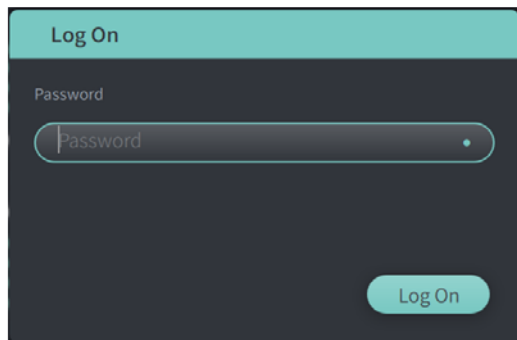

図 1 Log On ウィンドウ
- (3) 前回の使用時に 1-1 (1)と 1-1 (2)の操作が行われた状態でシステムがシャットダウンしている場合は、キーボードトレイの上にある[On/ Shut Down]の端を押してシステムを起動すると、Patient List (患者リスト)または Log On ウィンドウ(図1)が表示される。